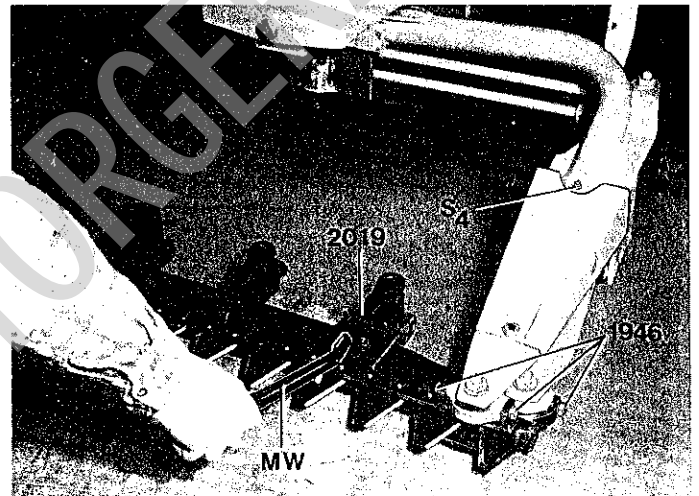

Abb. 1
Sicherungsschraube (1946 Abb. 1) entfernen.
Messerführungsarm (2019 Abb. 1) mit Spezialschlüssel nach oben klappen. Obermesser nach vorne abnehmen, dabei obere Schwinge mit Spezialschlüssel (MW) nach oben abheben. Untermesser nach vorne drehen und abnehmen.